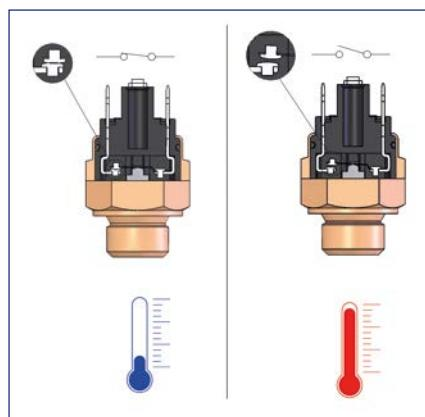

FIG. 2
- La rappresentazione di Fig. 2 mostra un termostato con contatti NORMALMENTE CHIUSI (N.C.) in assenza di temperatura. Vediamo infatti che in assenza di temperatura i contatti sono chiusi e il segnale è presente sui contatti esterni. Al raggiungimento della temperatura di taratura il contatto elettrico si solleva interrompendo il segnale.
- The diagram of Fig. 2 shows a Thermostat with NORMAL-CLOSED (NC) contacts in the absence of temperature.